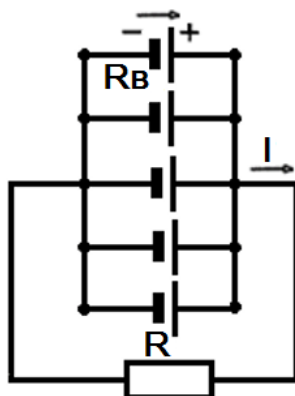

Рис. 1.33. Схема к заданию 2
**Задание 2.** Найти ток в цепи, если известно, что ЭДС каждого гальванического элемента  $E = 1,45$  В, его внутреннее сопротивление  $R_B = 1$  Ом, а внешнее  $R = 4,8$  Ом (рис. 1.33).